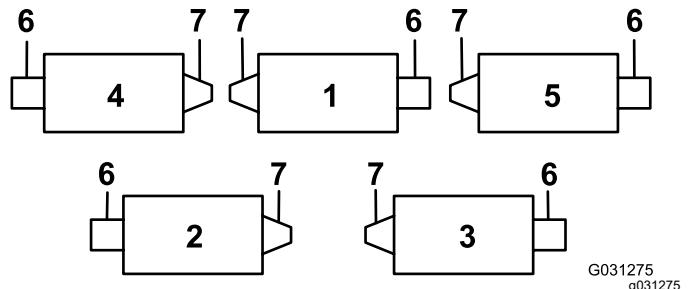

Bild 12
Wichtig: Montieren Sie an den Schneideeinheiten Nr. 4 (vorne links) und Nr. 5 (vorne rechts) die Schlauchführungen mit den Befestigungsmuttern der Stangenhalterung vorne an den Schneideeinheitnassen. Die Schlauchführungen sollten sich zum mittleren Schneideeinheit neigen (Bild 12 bis Bild 14).
7. Verbessern Sie die Lenkung an den Heckschneideeinheiten, indem Sie die zwei Gelenkdistanzstücke, Sechskantschrauben und Bundmuttern (Bild 15) von den Trägerrahmen der Heckschneideeinheiten (Schneideeinheiten Nr. 2 und Nr. 3) entfernen, siehe Bild 12.